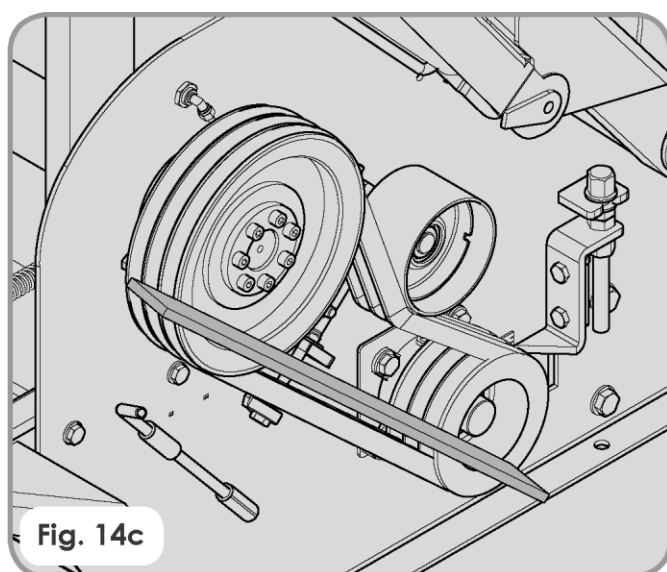

Fig. 14c
- 3 - Controleer met een staaf of de riemschijven op één lijn zitten om oververhitting en voortijdige slijtage van de riemen te voorkomen (zie fig. 14c).
- Controleer met een staaf of de riemschijven op één lijn zitten om oververhitting en voortijdige slijtage van de riemen te voorkomen (zie **fig. 14c**). In voorkomend geval stel de spanning ervan bij.